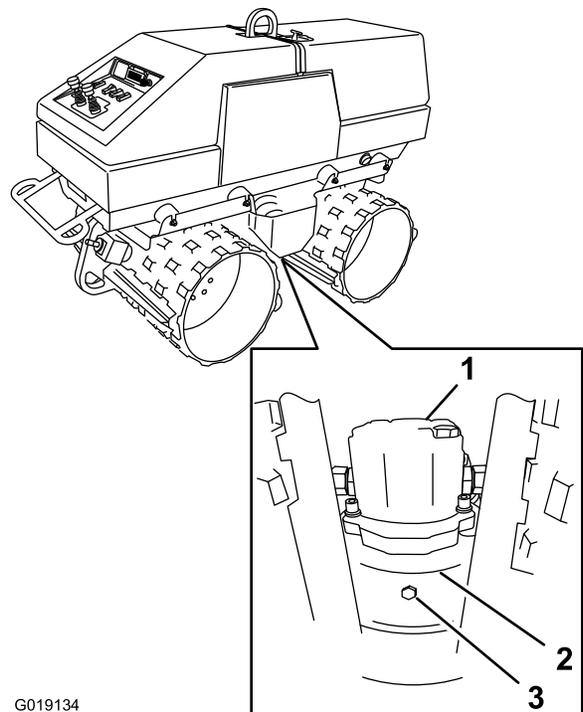

Figure 78
1. Localisez le moteur hydraulique de l'excentrique sur le côté extérieur inférieur droit de la machine (Figure 78).
2. Localisez le chapeau de moteur d'excentrique sur lequel le moteur hydraulique est monté (Figure 78).
4. Enlevez le bouchon de vidange au bas du chapeau du moteur d'excentrique pour permettre le vidange de l'huile (Figure 78).
6. Remettez le bouchon de vidange dans l'orifice de vidange du chapeau de moteur à excentrique (Figure 78).